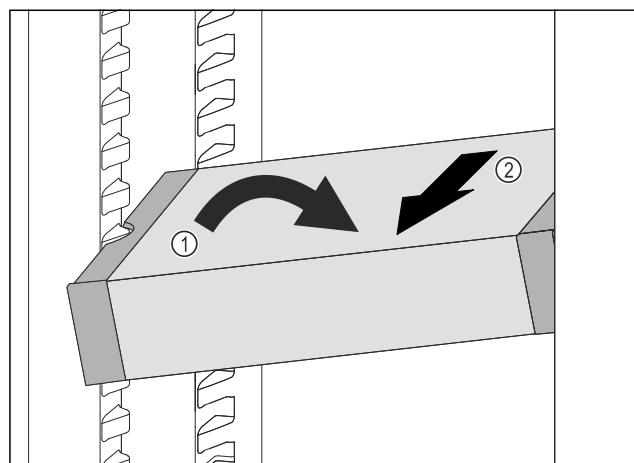

Fig. 81
- VarioSafe postavte v chladničke šikmo. Fig. 81 (1)
- VarioSafe vyberte dopredu. Fig. 81 (2)